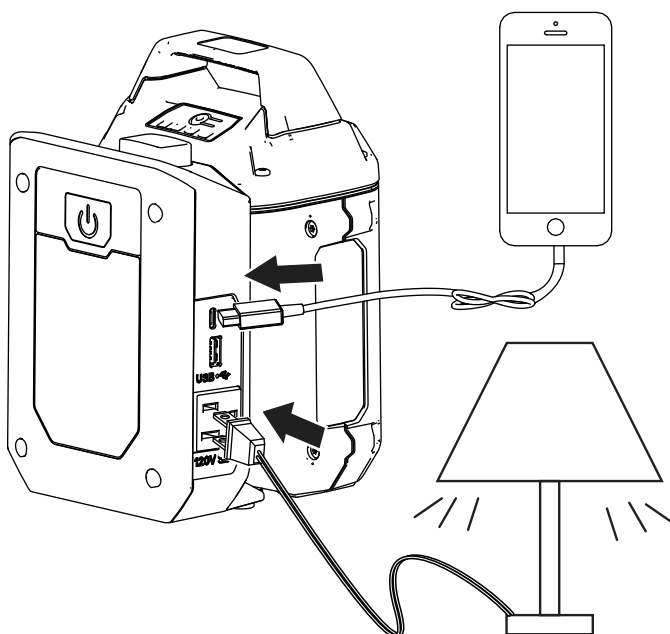

Figura 5
3. Conecte su dispositivo a un puerto USB o a una toma de CA (Figura 5).